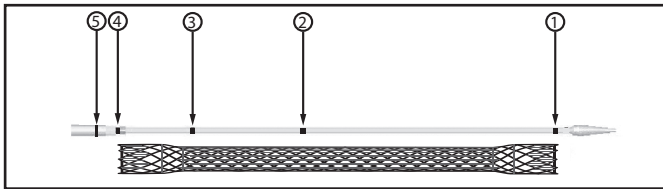
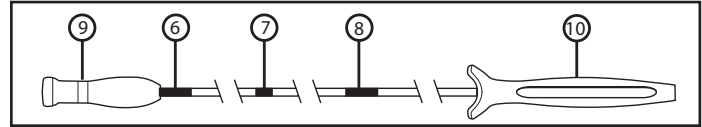

Abbildung 2. Applikatorsystem und strahlenundurchlässige (RO) Markierungen
Abbildung 3. Applikatorsystem, visuelle Markierungen und Griffe
Auf dem Applikatorsystemgriff befinden sich drei visuellen Markierungen zur Unterstützung der Platzierung des Stents unter endoskopischer Visualisierung (Abbildung 3). Die am weitesten distal gelegene Markierung zeigt an, dass sich der Stent vollständig im Applikatorsystem befindet (Abbildung 3 Nr. 6), eine visuelle Markierung kennzeichnet, dass der Stent zu 50 % freigesetzt ist (Mitte) (Abbildung 3 Nr. 7), und die am weitesten proximal gelegene Markierung kennzeichnet den Punkt, an dem das Zurückziehen des Stents nicht mehr möglich ist (Abbildung 3 Nr. 8).
Fünf strahlenundurchlässige Markierungen unterstützen die Freisetzung des Stents unter Röntgendurchleuchtung (Abbildung 2). Zwei strahlenundurchlässige Markierungen auf dem inneren Röhrrchen des Applikatorsystems kennzeichnen die Enden des gefalteten Stents (Abbildung 2, Nr. 1 und 4). Zwischen diesen strahlenundurchlässigen Markierungen befinden sich zwei zusätzliche strahlenundurchlässige Markierungen. Eine strahlenundurchlässige Markierung kennzeichnet den Mittelpunkt des Stents (Abbildung 2 Nr. 2). Eine strahlenundurchlässige Markierung auf dem inneren Röhrrchen zeigt den Punkt an, ab dem ein Zurückziehen des Stents nicht länger möglich ist (Abbildung 2 Nr. 3). Die fünfte strahlenundurchlässige Markierung am vorderen Ende des äußeren Röhrrchens zeigt an, wie weit der Stent freigesetzt wurde (Abbildung 2, Nr. 5).
Bei Verwendung der Röntgendurchleuchtung muss der Stent so platziert werden, dass Markierung 2 (Abbildung 2) im Mittelpunkt des Tumors oder der Fistel liegt. Damit stellen Sie sicher, dass der Stent den Tumor vollständig überbrückt.
Halten Sie zu Beginn der Stentplatzierung den distalen Griff (den Griff, der vom Bediener am weitesten entfernt ist, Abbildung 3, Nr. 9) des Applikatorsystems mit einer Hand fest und ergreifen Sie den proximalen Griff (den Griff, der dem Bediener am nächsten ist, Abbildung 3, Nr. 10) mit der anderen Hand. Halten Sie diesen Griff stationär. Zwischen den Griffen befindet sich ein Segment mit visuellen Markierungen. Diese visuellen Markierungen sollen bei der Stentplatzierung helfen. Vor der Stentplatzierung können Sie eine Markierung in vollständig umschlossener/nicht eingesetzter Position visualisieren (Abbildung 3, Nr. 5).
Um den Stent einzusetzen, halten Sie den distalen Griff (den Griff, der vom Bediener am weitesten entfernt ist, Abbildung 3, Nr. 9) mit einer Hand fest und ergreifen Sie den proximalen Griff (den Griff, der dem Bediener am nächsten ist, Abbildung 3, Nr. 10) mit der anderen Hand. Ziehen Sie zum Einsetzen des Stents den distalen Griff langsam zum proximalen Griff. Halten Sie dabei den proximalen Griff stationär. Überwachen Sie die Stentfreigabe fluoroskopisch und/oder endoskopisch. Halten Sie dabei die Markierungen am Applikatorsystem zwischen den identifizierten Strikturmarkierungen. Sie können die Platzierung gegebenenfalls stoppen und die Stentposition ohne Zurückziehen des Stents proximal justieren, bevor die Zurückziehmarkierung passiert wird (Abbildung 3, Nr. 8). Wenn Sie mit der Stentplatzierung zufrieden sind, schließen Sie die Stentplatzierung nun ab.
- Bis zu den Zurückziehmarkierungen kann der Stent jederzeit wieder zurückgezogen werden (strahlenundurchlässig, Abbildung 2, Nr. 3 und visuell, Abbildung 3, Nr. 8).
Hinweis: Der Stent ist wieder vollständig umschlossen, wenn die visuelle Markierung (Abbildung 3, Nr. 6) vollständig sichtbar ist.
- C. Ziehen Sie das äußere Röhrchen des Applikatorsystems wieder in die Schleuse, indem Sie den distalen Griff (Abbildung 3 Nr. 9) weg vom Bediener drücken. Entfernen Sie langsam das Applikatorsystem und den Führungsdraht.